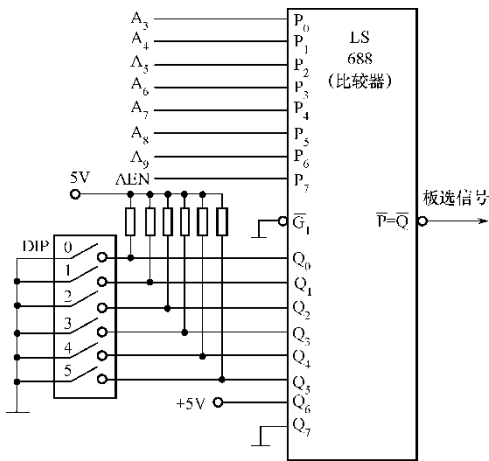

图 T.1 板选译码电路
3.（6 分）已知 PC 机系统中某接口板的板地址译码电路如图 T.1 所示。现希望该板的地址范围为 0x280~0x287，请确定 DIP 开关各位的状态（打开或闭合）。（要求给出分析过程）